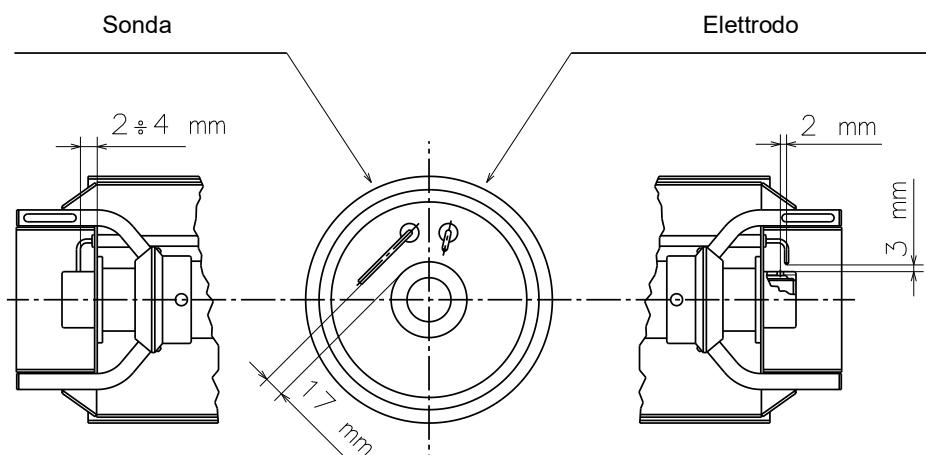

Fig. 16
**ATTENZIONE** Fig. 16.
Prima di fissare il bruciatore alla caldaia, verificare dall'apertura del boccaglio se la sonda e l'elettrodo sono correttamente posizionati come in Fig. 16.
Non ruotare la sonda ma lasciarla come in Fig. 16; un suo posizionamento vicino all'elettrodo d'accensione potrebbe danneggiare l'amplificatore del controllo fiamma.
Rispettare le dimensioni indicate in Fig. 16.